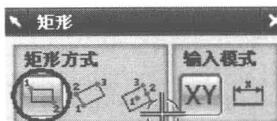
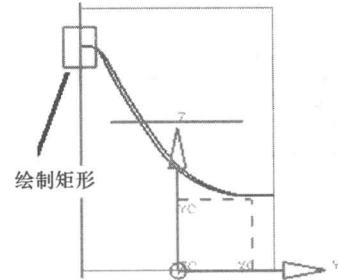

图 1-38
图 1-39
- (1) 在【草图曲线】工具栏中选择 (矩形)图标，出现矩形工具栏浮动图标，如图 1-38 所示，选择 (用 2 点)图标，使用对角点绘制矩形，如图 1-39 所示。